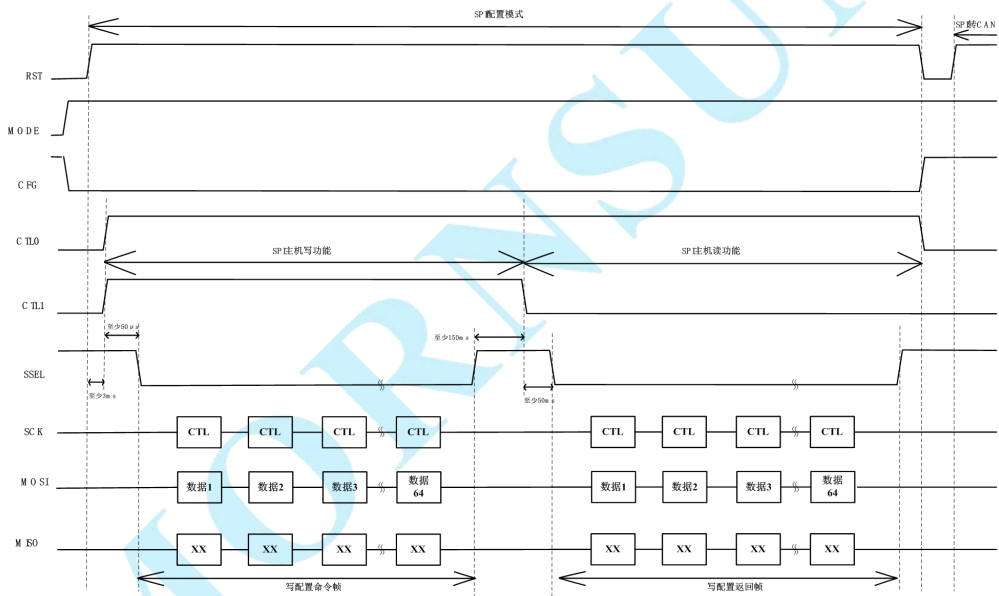

图 4.2 通过 SPI 写配置命令时序图
- (1) CFG 置低，MODE 置高，控制 RST 复位，等待至少 3ms，产品进入 SPI 配置模式；
- (2) CTL0、CTL1 引脚置高，控制 TD5(3)USPCAN 进入 SPI 主机写状态，等待至少 50us；
- (3) SSEL 置低，MCU 发送写配置命令帧，然后 SSEL 置高，等待至少 150ms，或检测到 INT 引脚至低；
- (4) CTL0 置高，CTL1 置低，控制 TD5(3)USPCAN 进入 SPI 主机读状态，等待至少 50us；
- (5) SSEL 置低，主机发送 5 个字节无效数据，接收产品写配置回应帧，然后 SSEL 置高；
- (6) MCU 确认写配置回应帧内容，判断配置是否成功；
(7) 配置完成后，CFG 引脚置高，RST 复位，等待至少 3ms，产品进入 SPI 转 CAN 模式。通过 SPI 写配置命令的时序图如图 4.2，此时序同样适用于读配置命令、验证产品标识等操作，只需要更改 SPI 读写数据，以及写配置命令后等待时间。